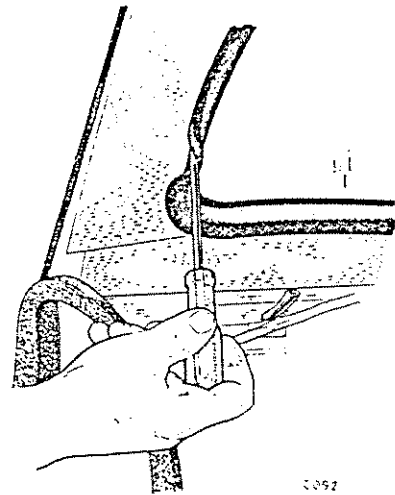

Abb. 23 Abnehmen der Verkleidung
Hardtop wie oben beschrieben abnehmen. Den Dichtstreifen vom Rückfensterrahmen nach unterhalb der Mittellinie ziehen. Das Rücksitzkissen entfernen (falls eingebaut), ebenfalls Rückwand- und hintere Seitenverkleidungen. Einen Schraubenzieher wie auf Abb. 23 ansetzen, den Wulst des Rückfenster-Gummidichtrahmens anheben und die die Muttern (29) und Stiftschrauben (25) verdeckenden Verkleidungen abnehmen. (Siehe Abb.24). Die sieben Muttern (17), Unterscheiben (18 und 19) entfernen, die sich im Fahrzeugmittellinienflansch unterhalb des Rückfensters befinden. Die Mutter (29) lockern. Abb.24 zeigt die Mutter an der rechten Fahrzeugseite. Die Dichtmasse zwischen Gummi und Karosserie mit einem kleinen Schraubenzieher ohne scharfe Kanten aufbrechen. Die Muttern (29) lösen und den Rückfensterrahmen von der Stiftschraube (25) abheben. Auf die Lage der Gummiringe (20 und 26) zwischen Rückfenster und Karosserie achten.
B-Pfostenverkleidung, Abb.23